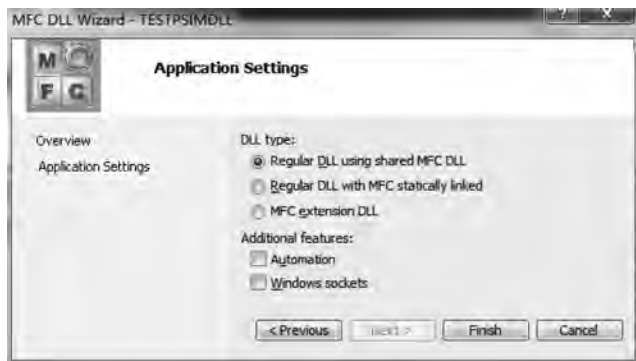

图 3-49 DLL 类型选择
- 在弹出的应用设置对话框中选择“Regular DLL using shared MFC DLL”项,如图 3-49 所示,创建常规动态链接库 DLL,随后单击“Finish”按钮,完成项目创建。